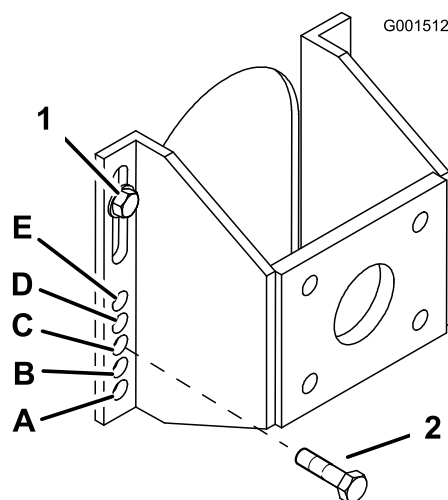

Figura 16
- Allentate i 2 bulloni superiori del ponte, senza staccarli (Figura 16).
- Staccate i 2 bulloni inferiori del ponte (Figura 16).
- Spostatelo verso l'alto o verso il basso la staffa di montaggio, in modo tale da poter montare i 2 bulloni di regolazione del ponte nei fori desiderati (Figura 16).